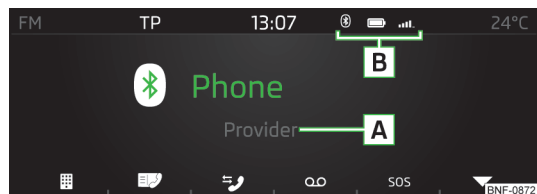

Fig. 108
- Premir a tecla de função no menu principal *Telefone* **[☎]** » Fig. 108 na página 93.
► Para a **indicação**, premir no menu principal *Telefone* a tecla de função » Fig. 108 na página 93 .
- Premir a tecla de função no menu principal *Telefone* ▼ » Fig. 108 na página 93.
- Para a **indicação**, premir no menu principal *Telefone* a tecla de função [F] » Fig. 108 na página 93.